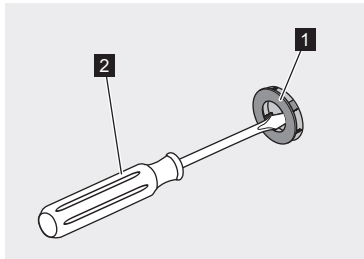

Fig. 17: Retrait du cache avec un mouvement de levier
3. Avec un mouvement de levier, retirer le cache (Fig. 17/1) à l'aide d'un petit tournevis plat (Fig. 17/2). Le cache ne peut pas être réutilisé et doit être remplacé.